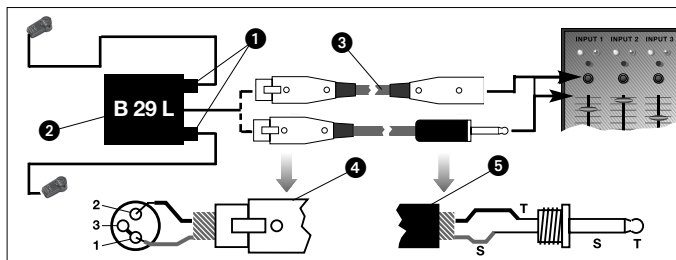

Fig. 3: Schema di collegamento con B 29 L
- Vedi fig. 3.
- Inserire il cavo:** Inserite il connettore mini-XLR (1) sul cavo del pickup in una delle due prese mini-XLR sul B 29 L (2) fino all'arresto. Il connettore (1) si blocca automaticamente.
- Per il collegamento ad un ingresso simmetrico servitevi di un cavo XLR commerciale (3).